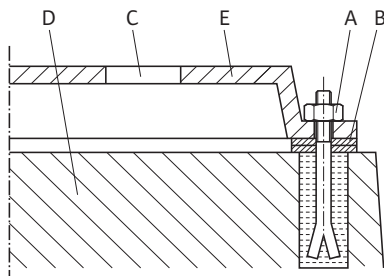

Fig. 43: Beispiel für eine Fundament-Verschraubung
**Beispiel für eine Fundament-Verschraubung (Fig. 43):**
- Unterlegbleche (B) immer links und rechts in unmittelbarer Nähe des Befestigungsmaterials (z.B. Steinschrauben (A)) zwischen Grundplatte (E) und Fundament (D) anbringen.